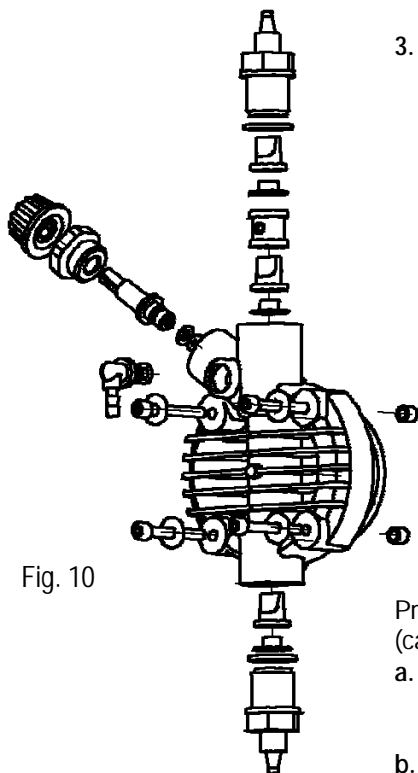

Fig. 10
2. Controllare almeno ogni 6 mesi il funzionamento della pompa, la tenuta delle viti e delle guarnizioni, per liquidi particolarmente aggressivi effettuare controlli anche più frequenti, controllare in particolare la concentrazione dell'additivo nell'impianto; una riduzione di tale concentrazione potrebbe essere determinata dalla usura delle valvole (che in tal caso vanno sostituite facendo attenzione nel rimontarle come in Fig. 10) o dall'intasamento del filtro che va pulito come al successivo punto 3.
Per effettuare questa operazione, se l'apparecchiatura non è fissata all'impianto si può farla pulsare per pochi secondi (15-30) tenendola capovolta e senza tubetti collegati ai raccordi, se ciò è impossibile smontare e rimontare il corpo pompa (Fig. 10), attraverso quattro viti di fissaggio.